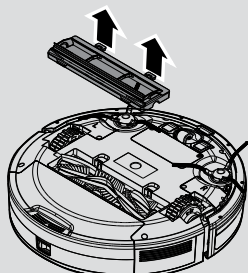

Fig. 11
2. Presione las pinzas ubicadas en la base y extraiga la cubierta del rodillo. **[Fig. 11]**